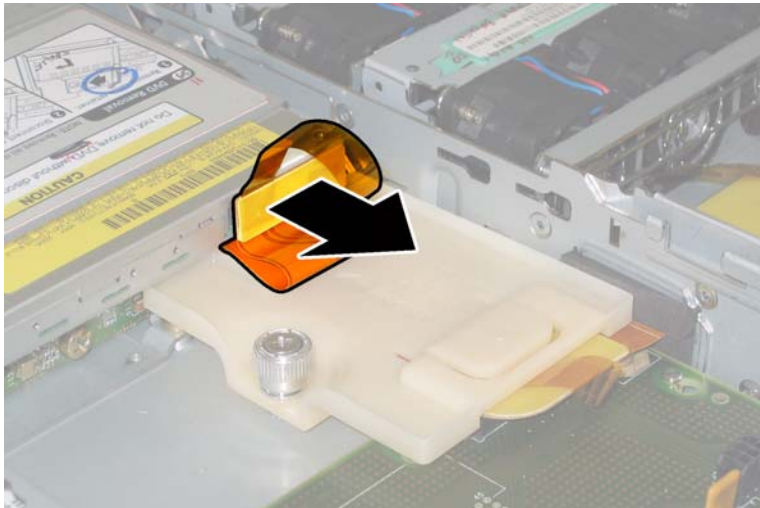

ABBILDUNG 3-14 Ziehen des Flex-Kabelsteckers am DVD-ROM-Laufwerk
- 7. Ziehen Sie den Flex-Kabelstecker auf der Rückseite des DVD-ROM-Laufwerks. Siehe ABBILDUNG 3-14.**